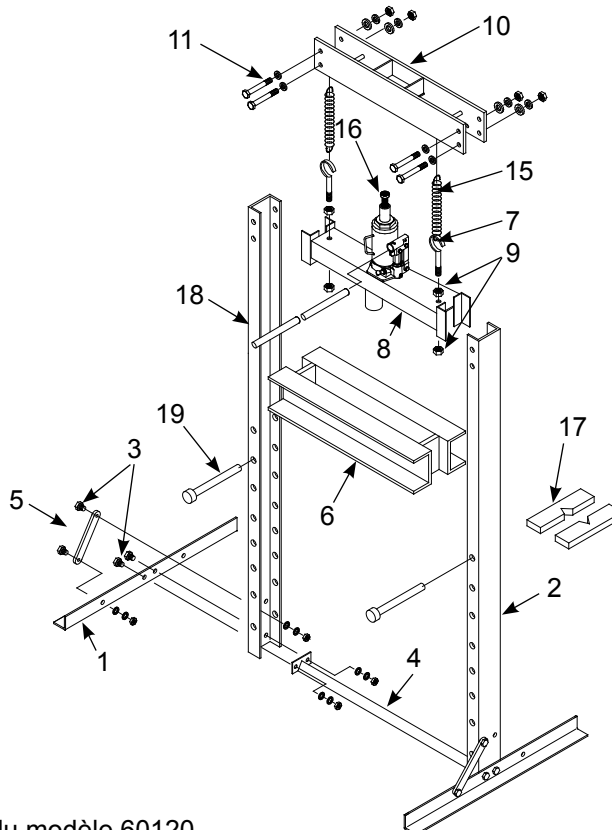

Figure 3 - Illustration d'assemblage du modèle 60120
**Modèle 60120 :** (voir figure 3).
1. Fixez les pattes de la base (1) et la traverse inférieure (4) aux profilés en C debout (2) avec des boulons, des rondelles plates, des rondelles de blocage et des écrous (3). Serrez-les seulement à la main.
2. Fixez les tiges de support (5) aux pattes de la base (1) et aux profilés en C (2) avec des boulons, des rondelles de blocage et des écrous (3).
3. Glissez le cadre du banc (6) le plus possible vers le bas entre les profilés en C (2).
4. Fixez les crochets filetés (7) au support du cric (8) à l'aide d'écrous (9) comme indiqué à la figure 3. Ne serrez pas les écrous pour faciliter la fixation des ressorts.
5. Glissez le support du cric (8) vers le bas entre les profilés (2) jusqu'à ce qu'il soit sur le cadre du banc (6).
6. Fixez la traverse supérieure (10) aux profilés en C debout (2) avec des boulons, des rondelles plates, des rondelles de blocage et des écrous (11).
7. Fixez une extrémité des ressorts (15) aux tiges de la traverse supérieure (10) et l'autre extrémité aux crochets filetés (7) du support du cric.
8. Placez le cric-bouteille (16) avec précaution entre la plaque supérieure de la traverse supérieure (10) et le support du cric (8). Serrez les écrous (9) qui retiennent les crochets filetés (7) pour empêcher que le cric tombe de manière accidentelle.
10. Soulevez avec précaution le cadre du banc (6) et fixez-le avec les goupilles (9).
11. Placez les plaques de serrage (17) sur le cadre du banc (6).
12. La presse peut maintenant être utilisée. N'oubliez pas d'installer la poignée (18) dans la douille de la poignée du cric-bouteille.